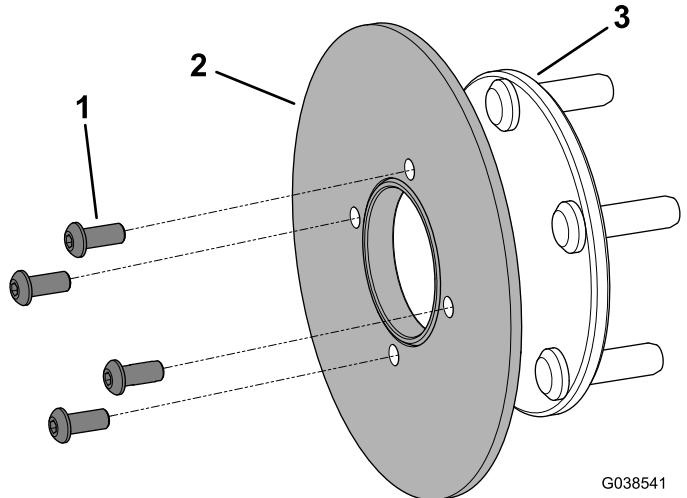

図7
7. ハブから、六角ソケットボルト $5/16 \times 3/4$ インチ4本を外して、ロータを取り出す図7。
- ハブにロータを取り付ける六角ソケットボルト $5/16 \times 3/4$ インチ4本で図7のように取り付ける。